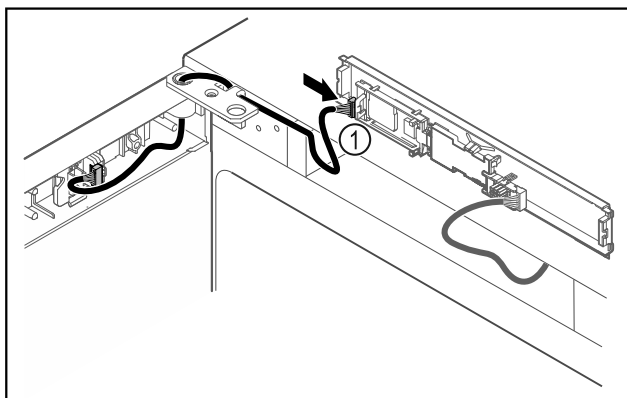

Fig. 47
- ▶ Встановити штекер Fig. 47 (1) на плиті.